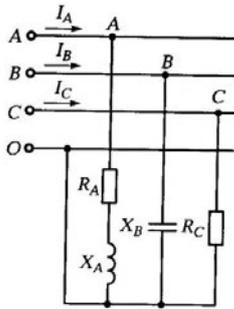

Рис. 4.1.1
**Дано:** схема соединения потребителей звездой с нулевым проводом (рис.4.1.1);  $U_{\text{ном}} = 380$  В;  $R_A = 8$  Ом;  $R_C = 20$  Ом;  $X_A = 6$  Ом;  $X_B = 11$  Ом.